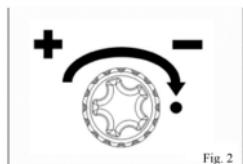

Fig. 2
- Ruotare in senso antiorario la valvola di comando del riduttore di pressione combinato, per aumentare la portata del gas (Fig. 2).